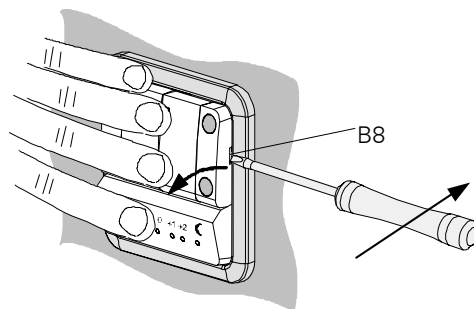

Bild 4: Herausdrücken der Tasterwippen
- Bei Verwendung der Befestigungsschrauben (B6) zuerst die Tasterwippen (B5) gemeinsam herausdrücken. Schraubendreher zwischen den Rahmen in die Aussparung (B8) in der Tasterwippe (B5) stecken und die Tasterwippen heraushebeln (Bild 4). Wichtig dabei: Das Tastermodul (B4), die Tasterwippen (B5) plus Rahmen (B2) festhalten / andrücken.